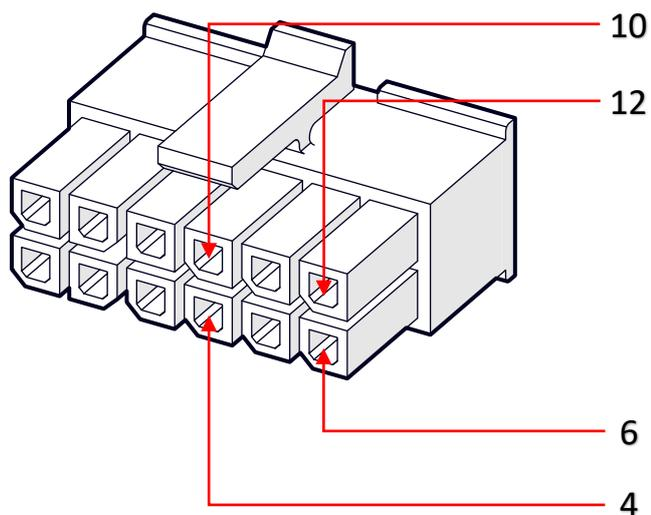

Рисунок 4
**5.2** Для сборки контактной колодки «Molex 43025-1200», подключаемой к Smart Vox, руководствуются схемой соединений, представленной на рис.4 и табл. 2